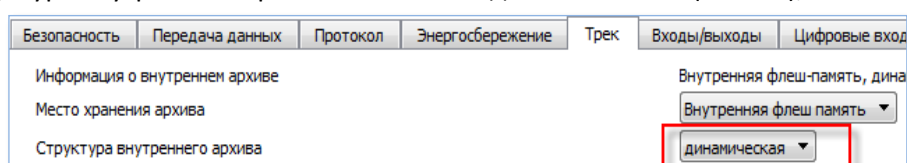

Рисунок 10. Настройка динамической структуры хранения архива
3. Перейдите на вкладку «Настройки» → «Трек» и выберите в выпадающем списке «Структура внутреннего архива» значение «динамическая» (Рис. 10);